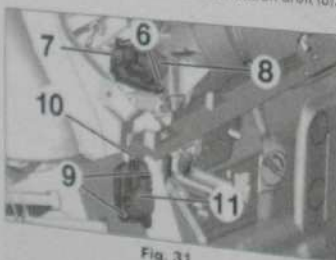

Fig. 31
- Déposer les vis (6) (Fig. 31).
- Débrancher le connecteur (7).
- Déposer le motoréducteur de distribution droit (8).
- Déposer les vis (9) (Fig. 31).
- Débrancher le connecteur (10).
- Déposer le motoréducteur de distribution droit (11).